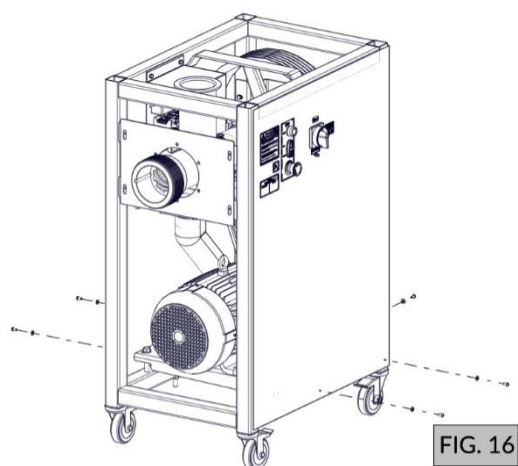
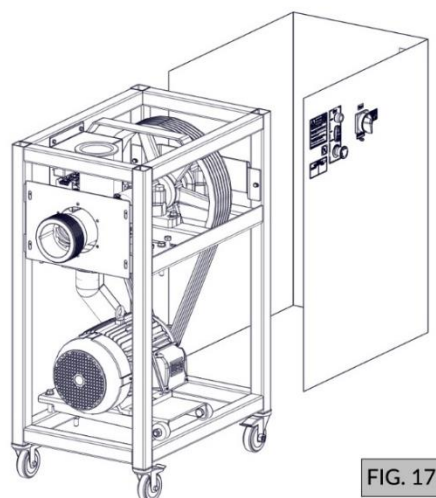

FIG. 16
FIG. 17
9. Desconecte os botões da chaparia e solte o restante dos parafusos (FIG. 16) e retire a chaparia lateral puxando para trás (FIG. 17);